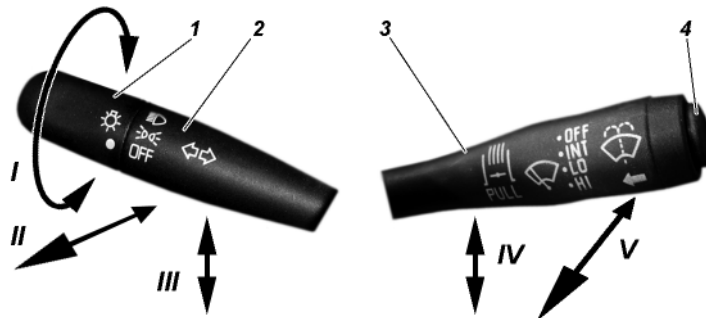

Рис. 3.3. Рулевые multifunction переключатели:
**2 - рулевые multifunction переключатели (рис. 3.3);**
На рис. 3.3 изображены рулевые многофункциональные переключатели.